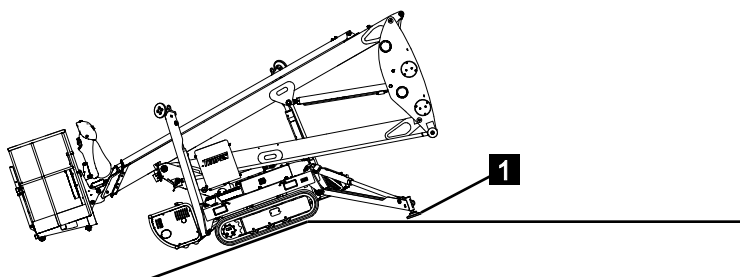

Abb. 83
4. Darauf achten, dass die Abstützteller (Abb.83/1) den Boden möglichst nicht berühren.